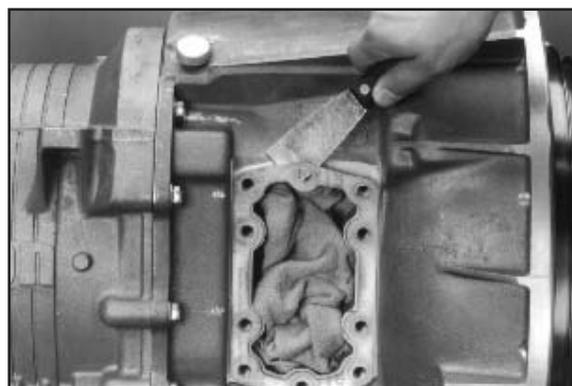

Fig. 3
3. Rimuovere la guarnizione e pulire la superficie dell'apertura (**fig. 3**).